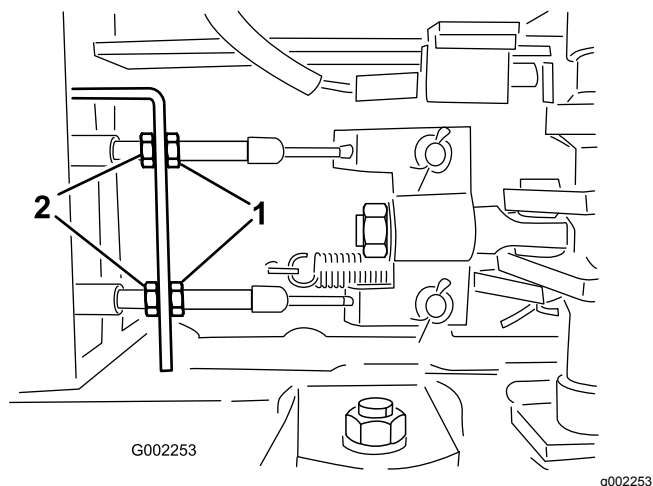

Рисунок 92
5. Ослабьте передние контргайки на тросах тормоза под передним концом опрыскивателя (Рисунок 92).
6. Равномерно затягивайте задние контргайки до тех пор, пока педаль тормоза не будет перемещаться в пределах от 1 до 2 см до ощущения сопротивления (Рисунок 92).